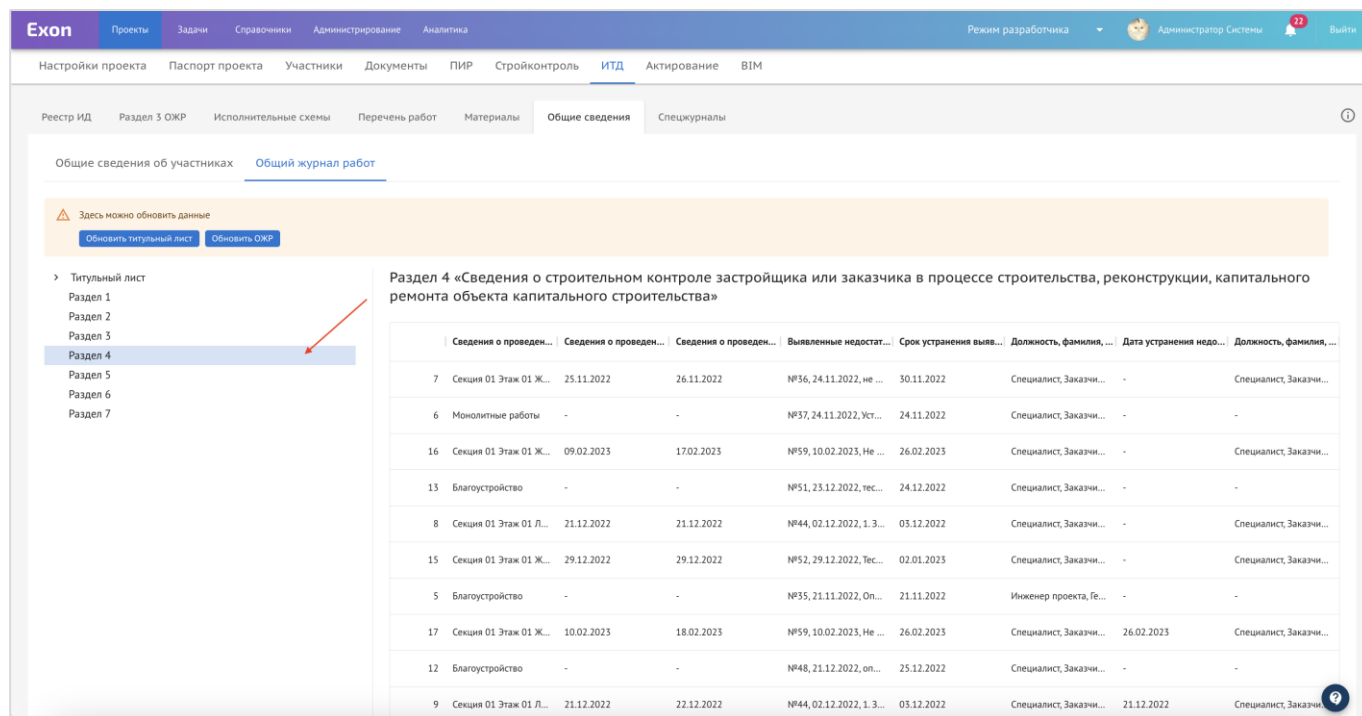

Рис. 21 – Раздел 4 ОЖР
12. **Раздел 4 ОЖР.** Данный раздел синхронизируется со вкладкой Журналы модуля СК, как следствие, формируется автоматически (см. Журналы) (рис. 21);